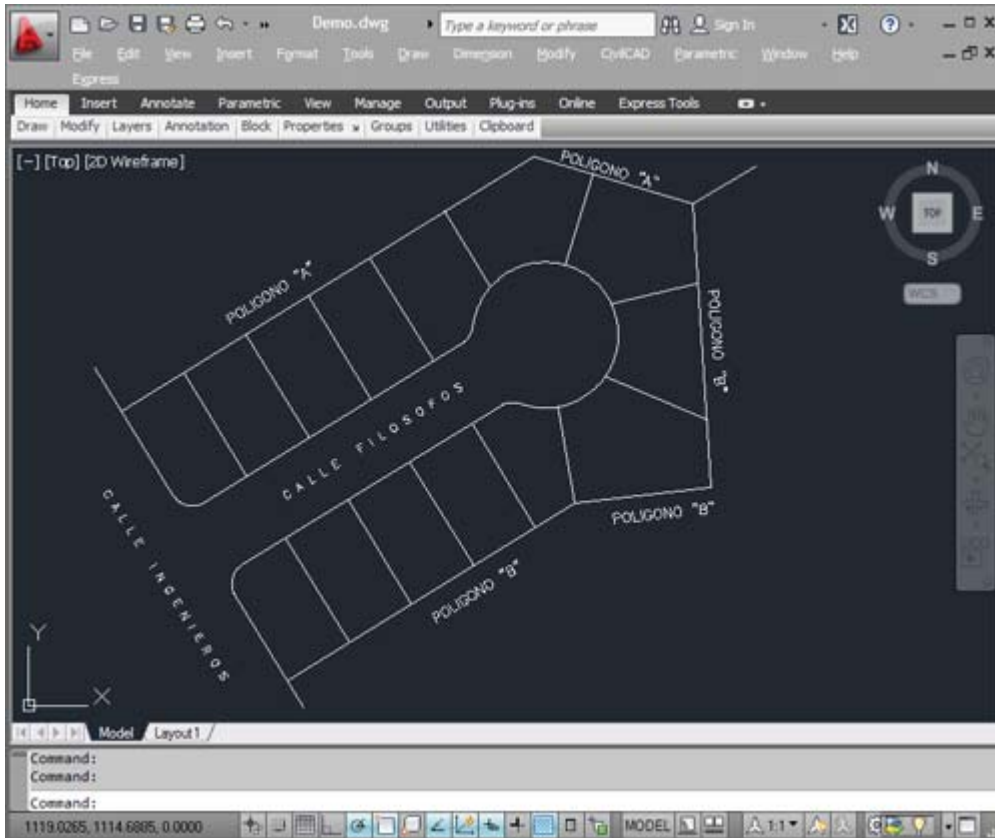

Fig. 1: Introducción de nombres en colindancias
2. Escoja **Menú CivilCAD > Reportes > Indicar > Colindancia**. Indique el nombre correspondiente por cada lado del polígono. Puede seleccionar varias líneas y arcos a la vez (Fig. 1).